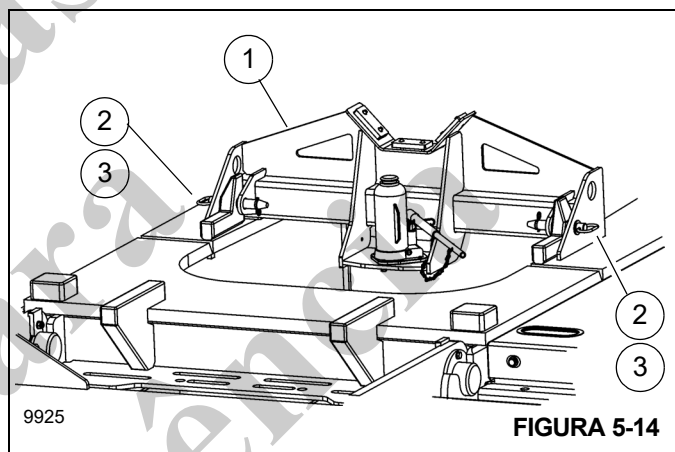

FIGURA 5-14
5. Retire o suporte do cilindro de elevação (1, Figura 5-14) da plataforma do contrapeso da seguinte forma:
5. Instale o suporte do cilindro de elevação (1, Figura 5-14) no transportador da seguinte forma:
- a. Retire os grampos de retenção (2) e os pinos (3).
- b. Posicione o suporte do cilindro de elevação (1) no transportador. Alinhe os orifícios de apoio aos orifícios nos batentes do contrapeso.
- c. Prenda o suporte (1) ao transportador com os pinos (3) e grampos de retenção (2).